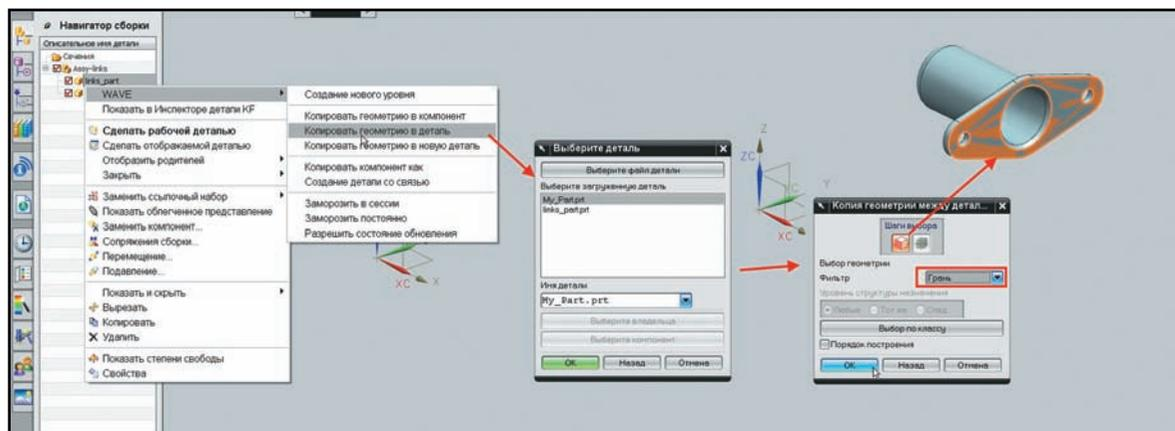

Рисунок 4.4. Создание позиционно-независимой связи
- Создадим ещё одну копию этой же грани, но воспользуемся теперь другой командой. В **Навигаторе сборки** выберите исходный компонент с моделью, то есть тот компонент, геометрия которого должна быть скопирована, и нажмите правую кнопку мыши. В появившемся меню выберите пункт **WAVE > Копировать геометрию в деталь (WAVE > Copy Geometry to Part)**. В диалоговом окне укажите наш новый компонент, то есть целевой компонент, куда геометрия будет скопирована, и нажмите **ОК**. В следующем диалоговом окне в выпадающем списке **Фильтр (Filter)** выберите значение **Грань (Face)** и в графической области укажите на торцевую грань модели, после чего нажмите **ОК** (рис. 4.4). В новом компоненте будет создана ещё одна копия грани, но в этот раз она будет создана в нуле системы координат модели.